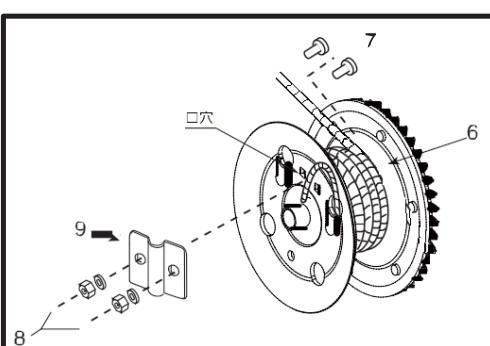

図 3:ケーブル設置
1. ワイヤロープをドラムの上部に送ります(図3の6)。ワイヤロープをドラムの内側から1つの丸穴へ通し、ワイヤロープの先が2つの角穴位置から3~2mm ほどの位置にくるようにします。
2. ケーブルを、留め具(図3の7、8、9)でドラムの外側に固定します。角ボルトの頭部がウインチドラムの内側にあることを確認してください。